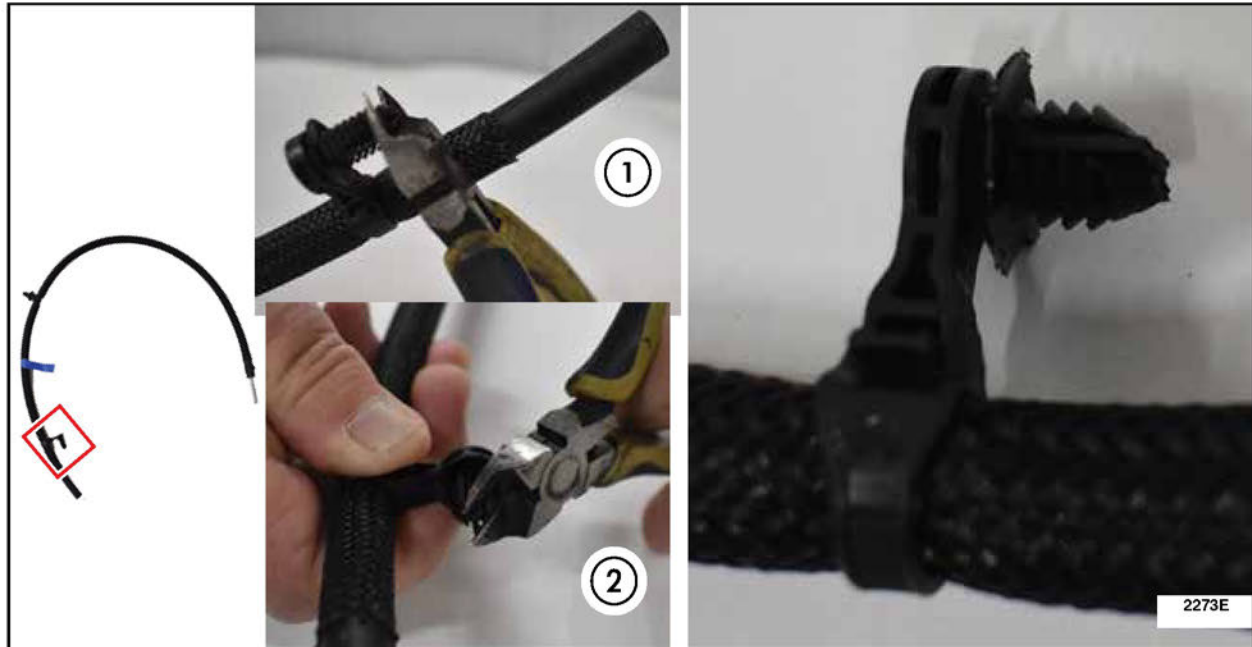

FIGURE 9
23. Coupez la pointe de l'attache sapin à l'extrémité du tube. Coupez les côtés des 2 barbelures supérieures de l'attache sapin dans un angle de 45 degrés afin de pouvoir insérer plus facilement l'attache dans le trou du berceau. Voir la figure 9.